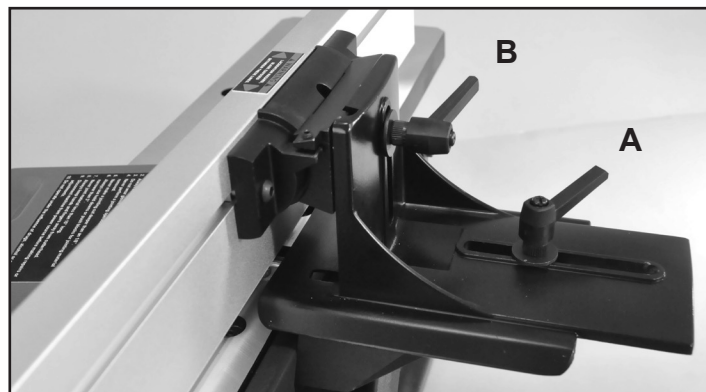

FIG. 18
1. Para mover la valla a través de la mesa, afloje la palanca de bloqueo (A), deslice la valla a la posición deseada en la mesa y, a continuación, vuelva a apretar la palanca de bloqueo. FIG. 18.
**NOTA:** La dirección del mango de las palancas de bloqueo (A) y (B) se puede reposicionar tirando hacia arriba de la palanca y volviendo a colocarla en la tuerca situada debajo de la palanca.
2. Para inclinar la valla, afloje la palanca de bloqueo (B) e incline la valla al ángulo deseado. A continuación, vuelva a apretar la palanca de bloqueo. FIG. 18.